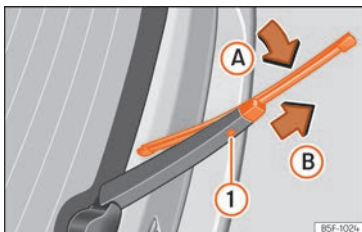

Abb. 44 Scheibenwischerblatt der Heckscheibe auswechseln.
- Wischerblatt leicht drehen » Abb. 44 (Pfeil A).
- Die Entriegelungstaste ❶ gedrückt halten und gleichzeitig das Scheibenwischerblatt in Pfeilrichtung B abziehen.
- Neues Heckscheibenwischerblatt **gleicher Länge und Ausführung** auf den Scheibenwischerarm entgegen der Pfeilrichtung B schieben, bis der Mechanismus ❶ einrastet. »